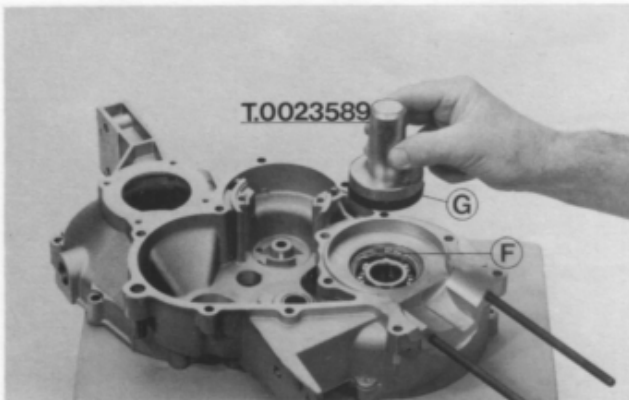

Fig. 94
**Fig. 94 - Anello elastico e anello di tenuta:** montare con l'ausilio delle pinze T. 0022465, l'anello elastico «F» e, reimpiegando il punzone T. 0023589 l'anello di tenuta «G».